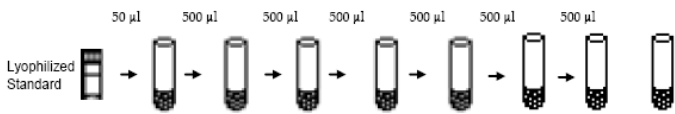

Рисунок 1: Серийное Разведение Стандарта BDNF
- c) Стандарты № 2-7 затем получают путем выполнения разбавления предыдущего Стандарта 1:2. См. рис.1. Например, чтобы приготовить Стандарт № 2, взять 500 мкл Стандарта № 1 и добавить его в пробирку № 2 и перемешать, и так далее. Не добавлять Стандарт BDNF в пробирку со Стандартом "0 Доза".